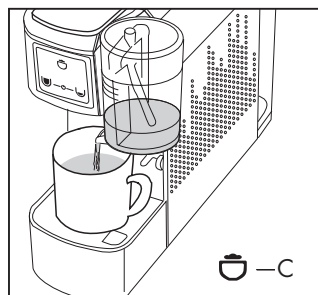

Fig. 14
- Presser la touche (C)  ; la machine distribuera la crème de lait. **(Fig.14)**
- Remplir le récipient (13) avec la quantité de lait souhaitée, presser et garder la touche (C)  enfoncée pour régler la distribution du lait pour le cappuccino, lâcher la touche quand la quantité souhaitée est sortie ; la dose est ainsi mémorisée pour les distributions suivantes **(Fig. 14)**